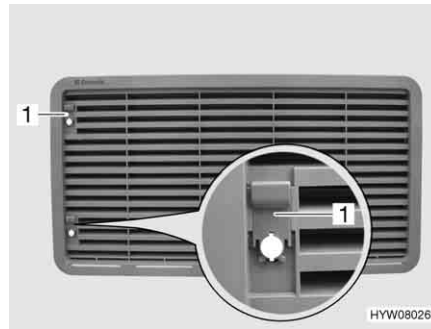

Fig. 120 Grille d'aération du réfrigérateur (avec curseur)
- Pousser le curseur (Fig. 120,1) vers le haut.